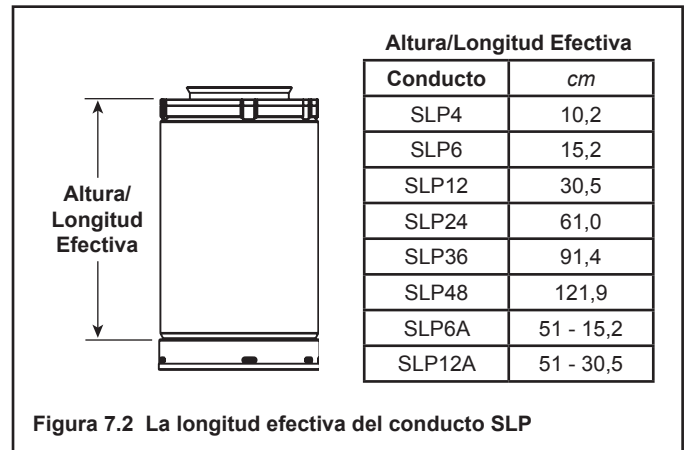

Figura 7.2 La longitud efectiva del conducto SLP
- Las medidas del conducto se muestran usando la longitud efectiva del conducto (consulte las Figura 7.2).